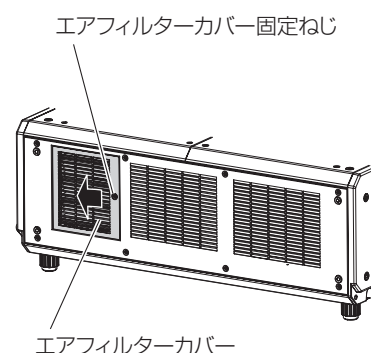

図 2
2) エアフィルターカバーを矢印の方向にスライドさせながら閉じ (図 2)、プラスドライバーでエアフィルターカバー固定ねじを締めつける